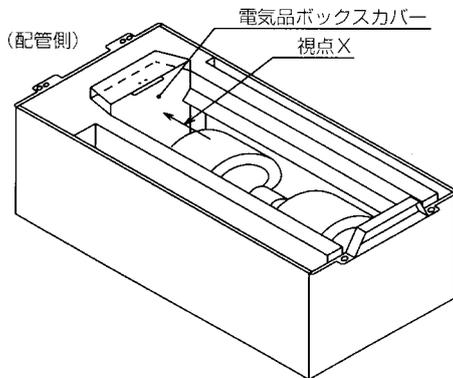

図12
2. 電気品ボックスカバーの取外し(図12、13)
- ①ネジ3本を取外し、電気品ボックスカバーを取外してください。